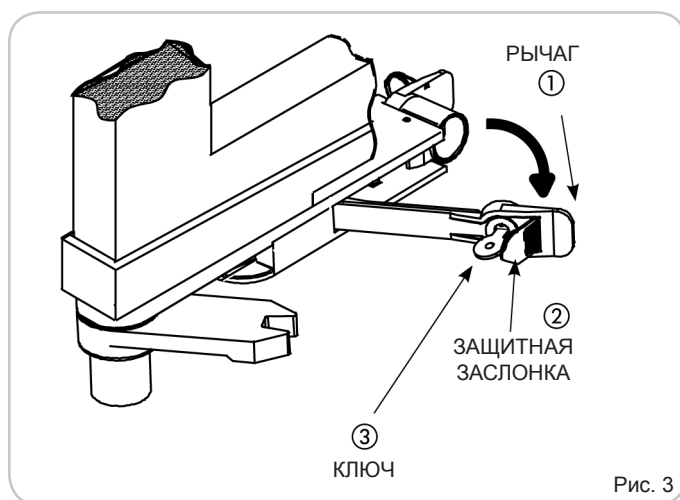

Рис. 3
- 1) Откройте защитную заслонку (рис. 3, позиция 2).
- 2) Вставьте ключ в замок (рис. 3, позиция 3) и поверните его по часовой стрелке до упора.
- 3) Потяните на себя отключающий рычаг (рис. 3, позиция 1).